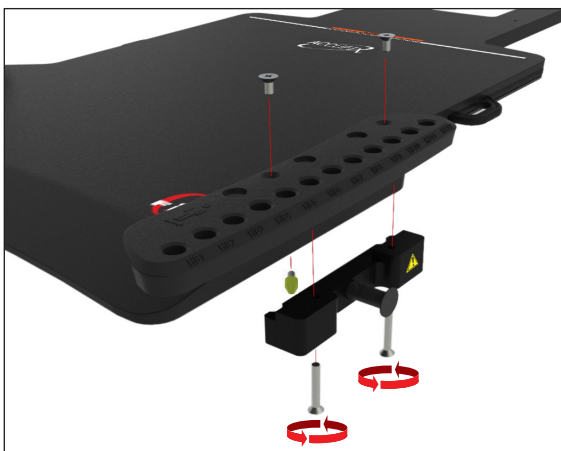

Fig. 1
1. Monter adaptore til hver Hand Grip Array med 2 (hver), ¼-20 x 1 ½" skruer (Fig. 1).